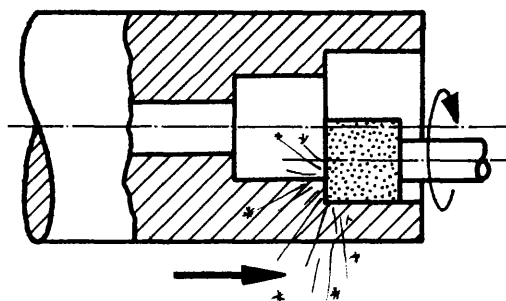

Fig. 2
- 2) En caso de superficie a rectificar sin canal de salida deje que el costado de la muela roce la cara del escalón siguiente (fig. 2).